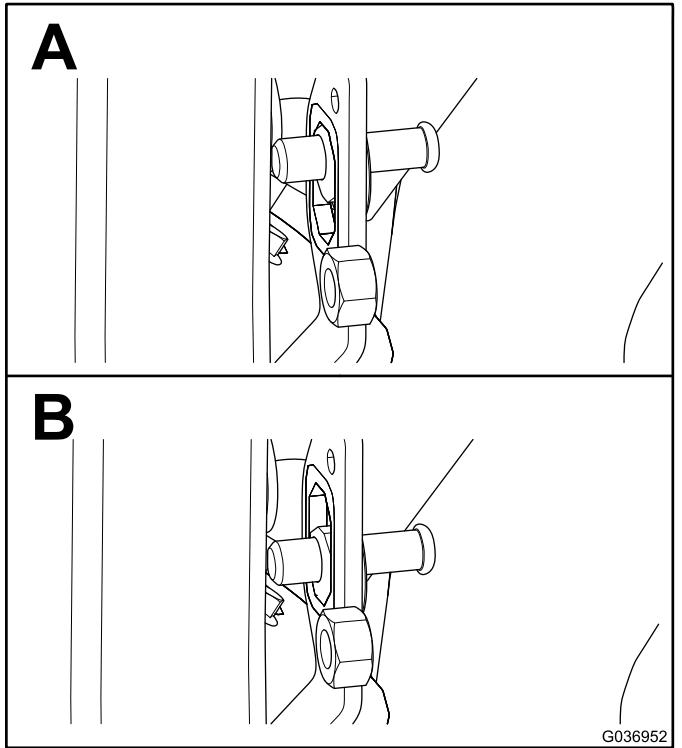

Figure 4
1. Centrez la goupille de verrouillage dans son support sur le longeron (Figure 4).
- Serrez l'écrou de blocage lorsque la goupille de verrouillage atteint 1,9 à 2,2 cm, comme montré à la Figure 4.